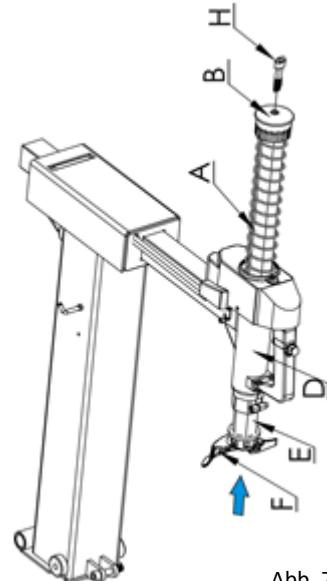

Abb. 7
- Lösen Sie die Inbusschraube (H, Abb.7), entfernen Sie die Kappe (B, Abb.7) und die Feder (A, Abb.7).
- -Kippen Sie den Säule zurück und schieben Sie den sechseckigen (De) Montagearm (E, Abb. 7) durch die Öffnung in den horizontalen Arm. **Beachten Sie dass der (De)Montage Kopf (F, Abb.7) in die korrekte Richtung weist!**
- Platzieren Sie folgend die Feder (A, Abb. 7) über den (De)Montagearm und sichern Sie das Ganze mit dem Deckel (B, Abb. 7) jetzt ziehen Sie die Schrauben fest (H, Abb. 7. Zum Abschluss der Montage sichern Sie die (Schutz) Kappe.